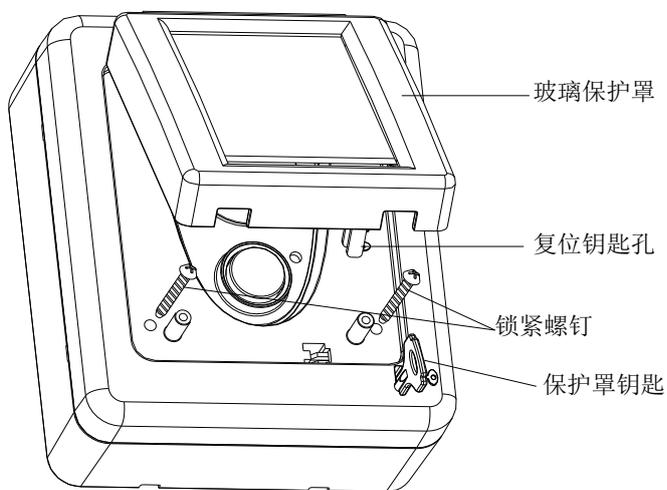
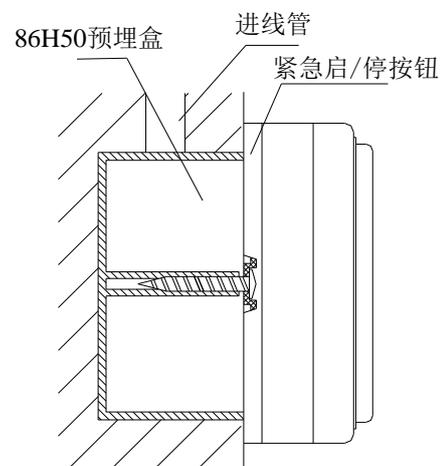
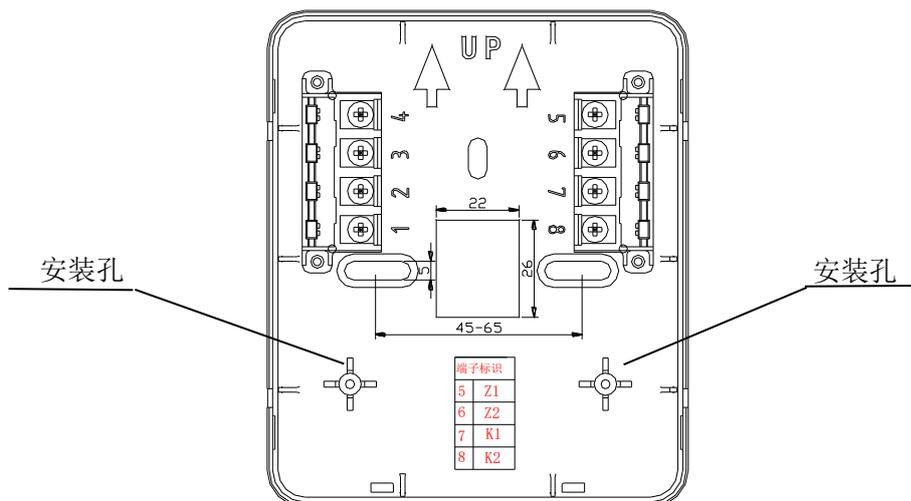

图 2 锁紧螺钉位置示意图
图 3 安装方式
图 4 端子示意图
1. 按钮底壳与上盖之间采用插接方式，通过两个螺钉锁紧（如图 2 所示），底壳底部有安装孔，安装时将底壳安装在 86H50 型预埋盒上，安装方式见图 3，安装孔距如图 4 所示。
2. 端子示意图如图 4 所示。